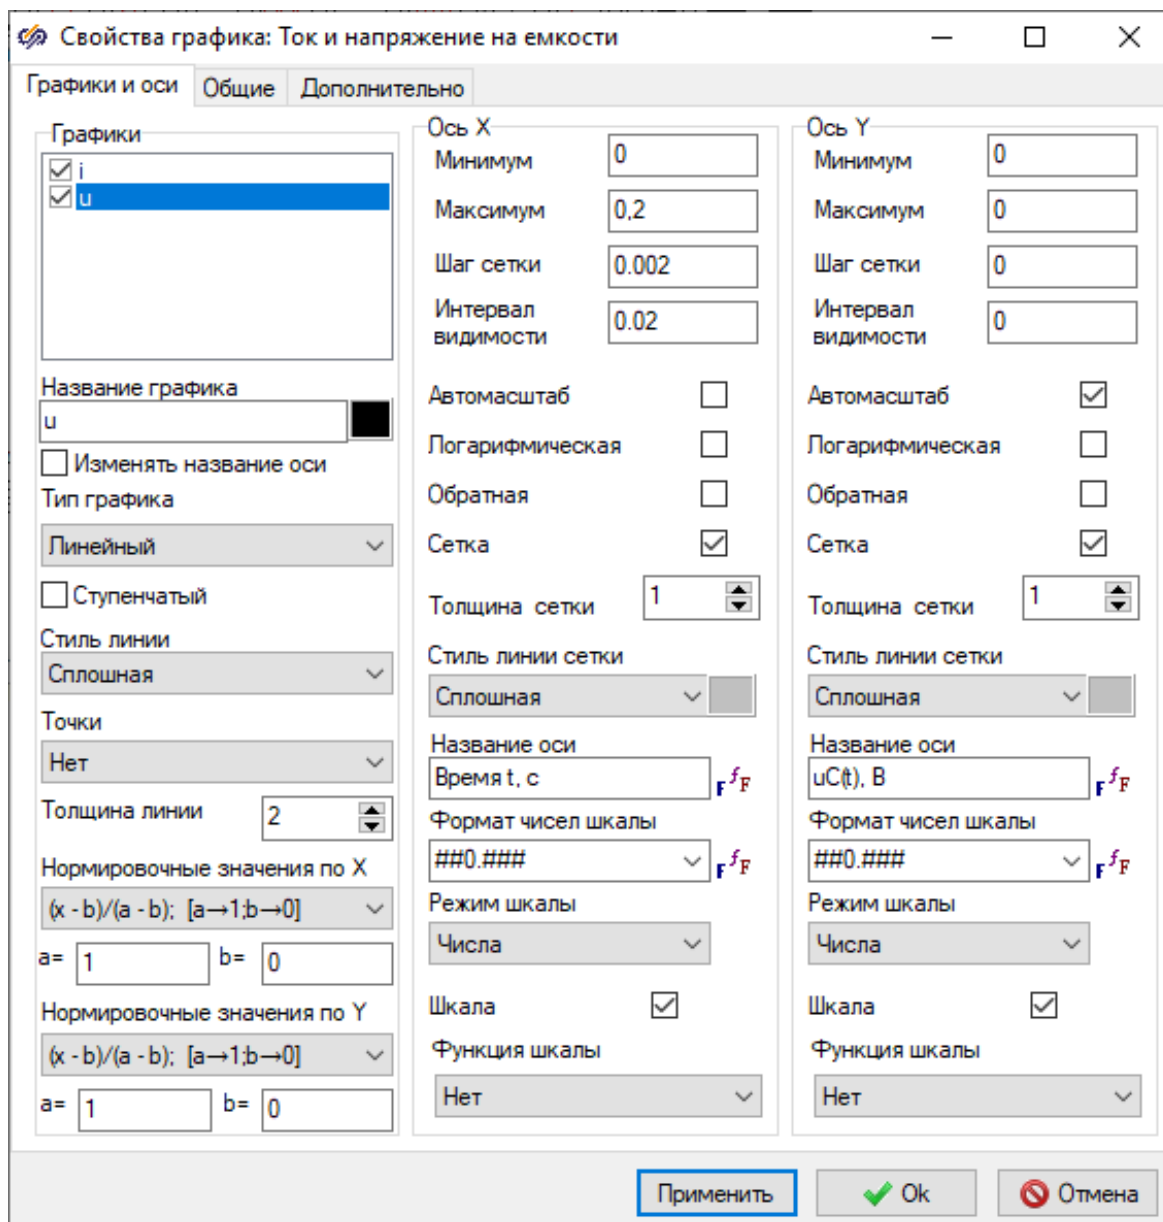

Рис. 6.16
15. Настроить в окне свойств **Графического окна** для *RC*-цепи (для частоты 50 Гц – рис. 6.16):